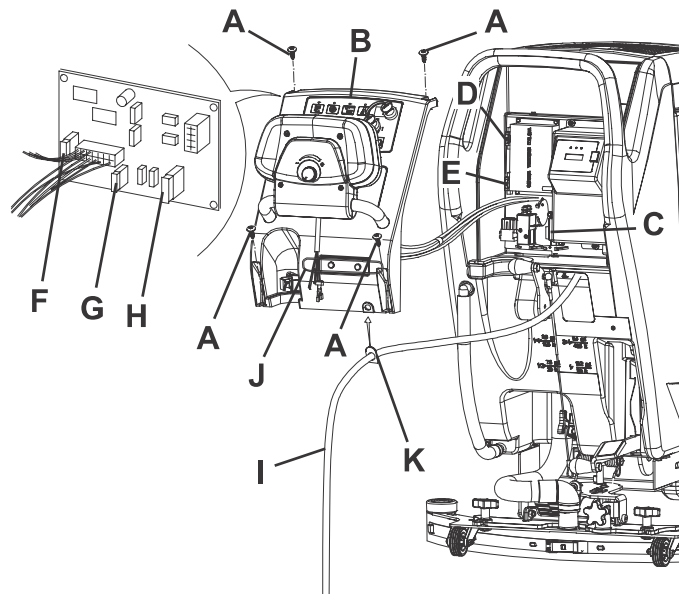

Abbildung 8
1. Batteriestecker (12) trennen.
2. Schmutzwasserablassrohr (16) verschieben.
3. Falls erforderlich, das Kabel des Ladegerätes (I, Abb. 8) vom Halter (J) entfernen.
4. Schrauben (A) entfernen, den kleinen Gummi (K) aus dem Sitz der Bedienfeldplatte (B) herausnehmen und Bedienfeldplatte (B) vorsichtig abnehmen.